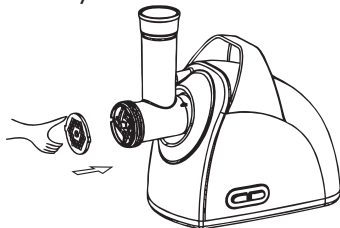

Рис.5
7.1.4 Поместите необходимый диск в горловину с учетом совпадения пазов на диске и горловине (рис. 5).